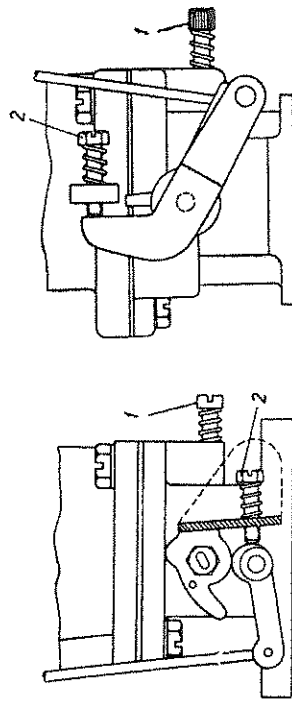

Abb. 18 Einstellschrauben:
4. Einstellen kleiner Leerlaufdrehzahl. Diese Einstellung unbedingt am durchgewärmten Motor nach der Prüfung der Zündung vornehmen. Dabei zwei Schrauben benutzen: Schraube 2 (Abb. 18), die das Schließen der Drosselklappe begrenzt, zur Regelung der Gemischmenge und Einstellschraube 1 zur Gemischabänderung.